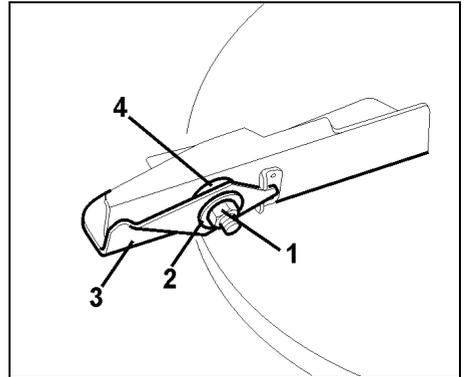

Fig. 66
- Selbstsichernde Mutter (Fig. 66/1) entfernen.
- Tellerfedern (Fig. 66/2) abnehmen.
- Schwenkflügel (Fig. 66/3) auswechseln.
- Kunststoffscheibe (Fig. 66/4) gegebenenfalls erneuern.
- Tellerfedern (Fig. 66/2) **wechselsinnig aufeinanderschichten** (nicht stapeln).
Selbstsichernde Messingmutter (Fig. 66/1) mit einem Drehmoment von **6 - 7 Nm** anziehen, so dass der Schwenkflügel noch von Hand verschwenkbar ist, aber im Einsatz nicht selbständig nach oben schwenkt.